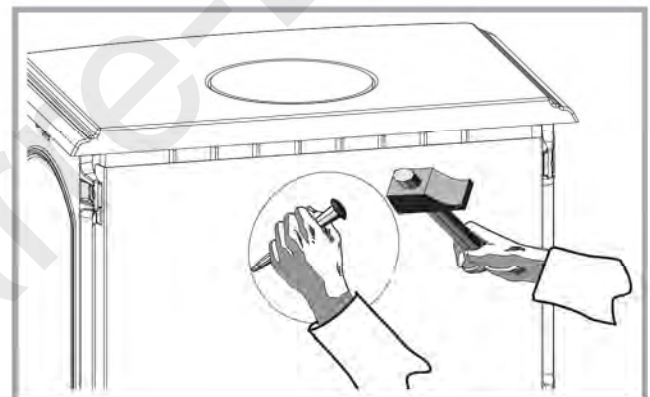

Figure 5 - Pré-découpe de l'habillage arrière
- Déposer la chicane (A)
- Déposer l'habillage arrière (F).
- Découper l'emplacement du départ fumée (fig. 5)